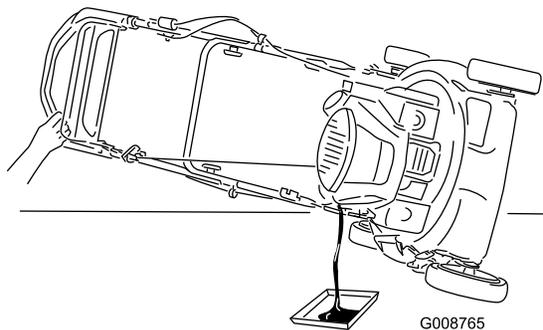

Рисунок 38
- Переверните машину на одну сторону так, чтобы маслозаливная горловина была направлена вниз, для слива отработанного масла через маслозаливную горловину на поддон для сбора масла (Рисунок 38).